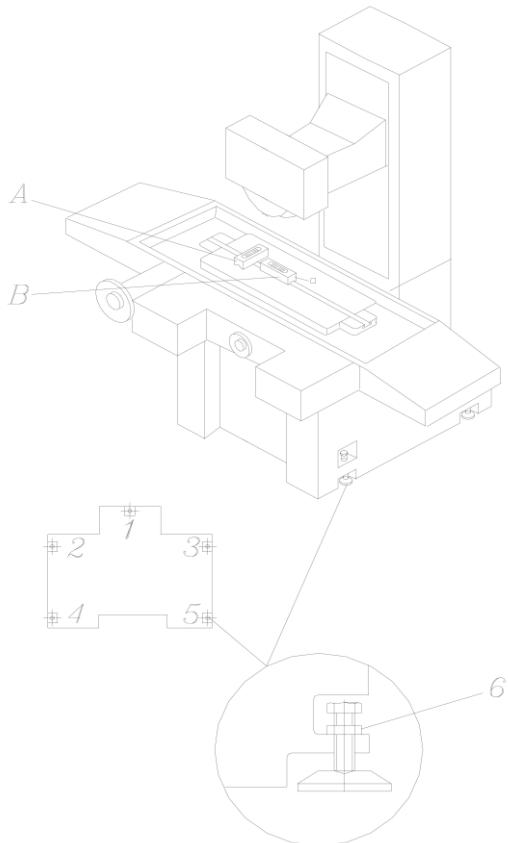

Рис.4.5
- (1): На Рис.4.5 показана схема проверки. Убедитесь, что стол станка находится в среднем положении. Поместите точный уровень на столе станка, в двух взаимно перпендикулярных положениях, сначала в поперечном (A), затем в продольном (B).
- (2): Проверьте выполнение пункта 4.4.2 инструкции, отрегулируйте винты № 4,5, так, чтобы пузырь датчика уровня (B) оказался в центре, затем отрегулируйте винт №1, так, чтобы пузырь датчика уровня (A) оказался в центре уровня.
- (3): Зафиксируйте положение винтов №1,4,5 контргайками №6.
- (4): (для станков JPSG-1020AH/1224AH).
- (5): Вращайте маховик продольного перемещения, отведите стол в крайние положения влево и вправо, проверьте, что смещение пузыря датчика уровня (B) не превышает 0,02/1000 мм.
- (6): Вращайте маховик поперечного перемещения, отведите стол в крайние положения вперед и назад, проверьте, что смещение пузыря датчика уровня (A) не превышает 0,02/1000 мм.
- (7): Если пузырь уровня в пункте (5) и/или (6) смещается больше чем 0,02/1000 мм, пожалуйста, повторите еще раз последовательность действий (1), (2), (3) и (4).